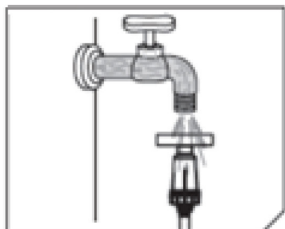
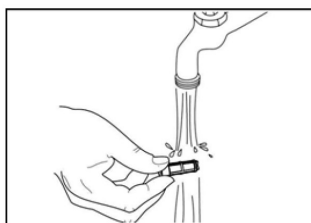
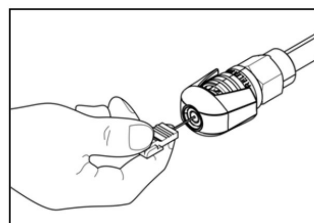

Рис. 15
Рис. 16
Рис. 17
Систематически проверяйте состояние и очищайте фильтрующий элемент фильтра предварительной очистки воды, установленный на всасывающей магистрали. Для этого остановите подачу воды, отсоедините быстросъемный коннектор со шлангом от корпуса фильтра, открутите фильтр против часовой стрелки. Извлеките фильтрующий элемент и промойте его под струей чистой воды (Рис. 15 и Рис. 16).
Если забилась грязью распылительная форсунка, прочистите ее специальной иглой, которая входит в комплект поставки (Рис. 17).
3. Открутите сливную пробку помпы и слейте отработанное масло в заранее подготовленную ёмкость (рис. 15)
5. Через отверстие для щупа залейте в помпу чистое масло (SAE 5W40) (рис. 16) до уровня красной точки по центру смотрового окна (при наличии) (рис. 17) или ориентируйтесь по меткам на щупе. Уровень масла на щупе должен быть ближе к верхней метке.